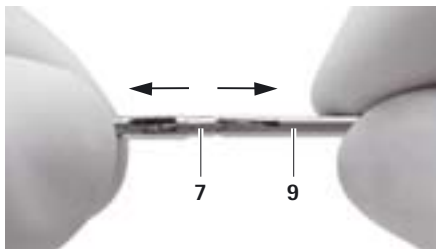

Abb. 4
- Innenrohr 9 vom Arbeitseinsatz 7 abziehen, siehe Abb. 4.